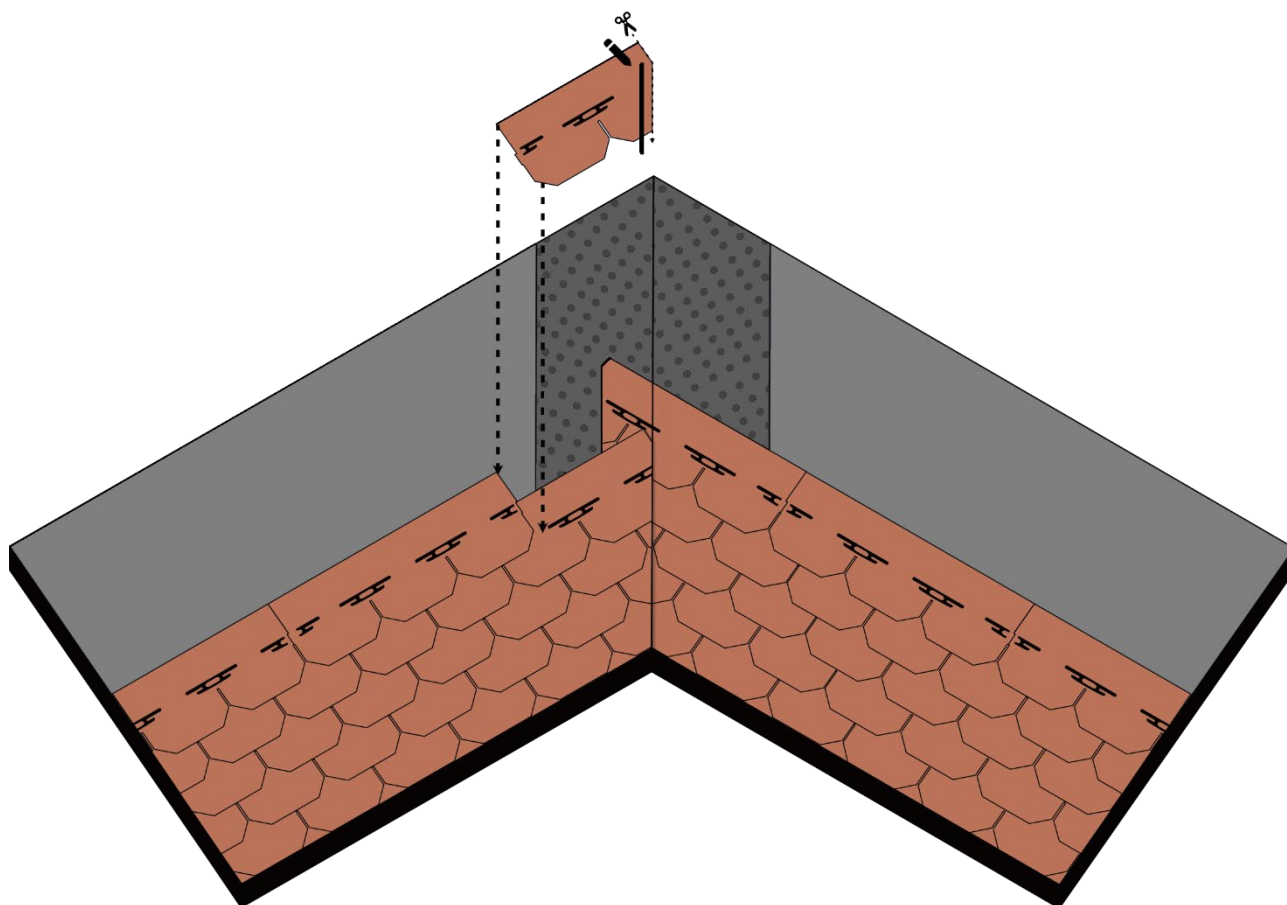

Fig. 21 - *Installazione a fiamma delle tegole sul compluvio*
- Fissare le tegole alla membrana bituminosa attraverso la fiamma del cannello, sempre scaldando la membrana e non l'elemento tegola. Una volta completata la posa delle tegole sull'intera falda e per l'intera lunghezza del compluvio, passare alla falda adiacente. Iniziare la posa delle tegole per file successive. Fissare le stesse attraverso la fiamma del cannello, sempre scaldando la membrana e non l'elemento tegola. L'ultima tegola di ogni fila dovrà arrivare almeno fino all'asse di compluvio. Completata la posa delle tegole anche per la seconda falda, segnare l'asse del compluvio tramite la tecnica della tracciatura. Procedere quindi al taglio delle tegole della seconda falda seguendo la linea di compluvio, come per la posa a chiodo – Fig. 21. Tagliare trasversalmente lo spigolo superiore della tegola al compluvio, in modo da convogliare l'acqua discendente lungo l'asse del compluvio. Sollevare le tegole della seconda falda nel compluvio, una per volta, e applicare del Bitustick nella parte inferiore, per il loro incollaggio definitivo – Fig. 21.